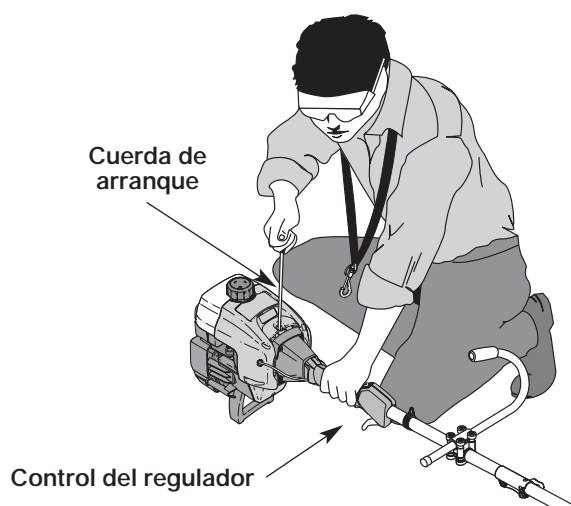

Fig. 18
ADVERTENCIA: Evite los arranques accidentales. Colóquese en posición de inicio cuando tire de la cuerda de arranque (Fig. 18). El operador y la unidad deben estar en una posición estable al arrancar la unidad para evitar graves lesiones personales.
5. Con la unidad en la posición de arranque (Fig. 18). **NO APRIETE EL CONTROL DE ACELERACIÓN**, hale la cuerda de arranque con fuerza 5 veces, la palanca EZ-Start™ debe estar hacia la izquierda. Si la unidad empieza a funcionar antes de la quinta tirada de la cuerda, avance hacia el Paso 6.
1. Saque la mano del control del regulador (Fig. 18). Deje enfriar el motor en mínima.